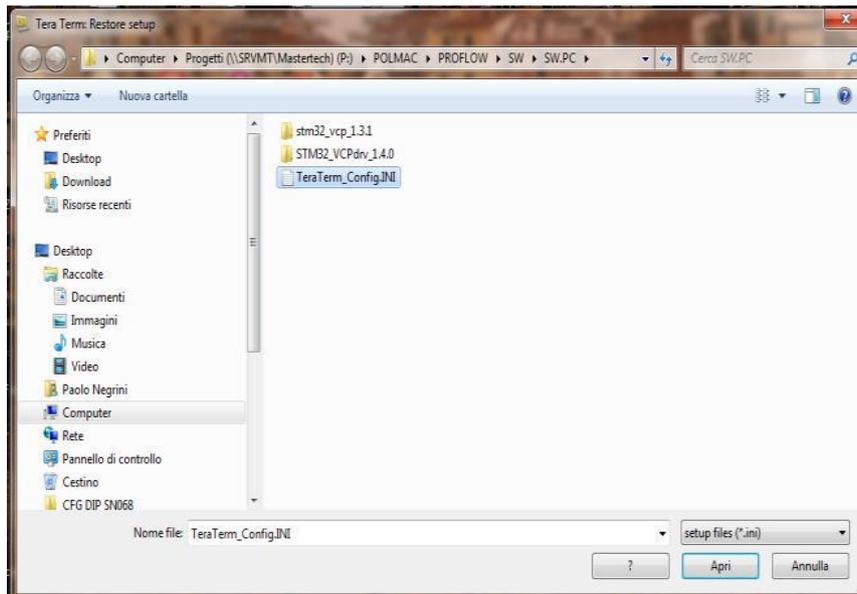

Fig5b: Selection File de Configuration
- A' ce point sélectionner le file de Setup “TeraTerm_Config.INI” (voir fig.5b).